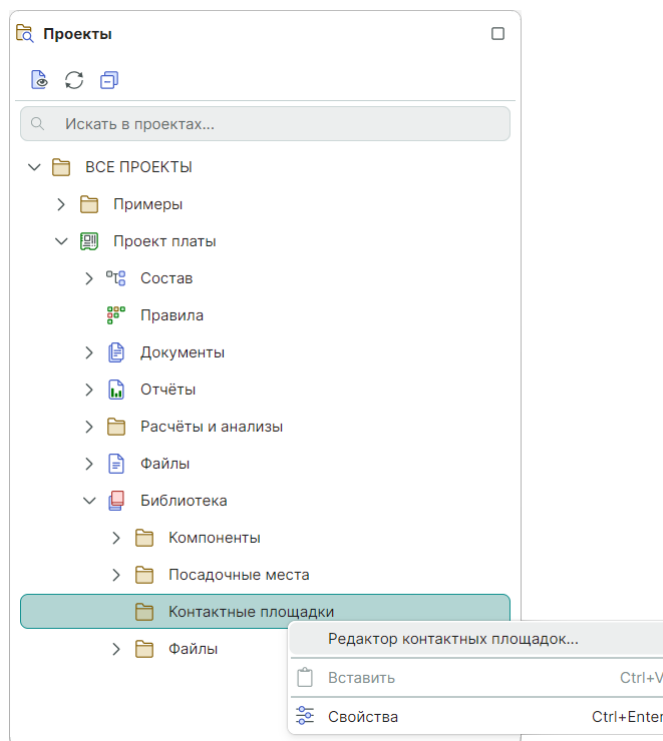

Рис. 188 Вызов редактора контактных площадок для проекта
3. Вызовите контекстное меню и воспользуйтесь пунктом «Редактор контактных площадок», см. Рис. 188.